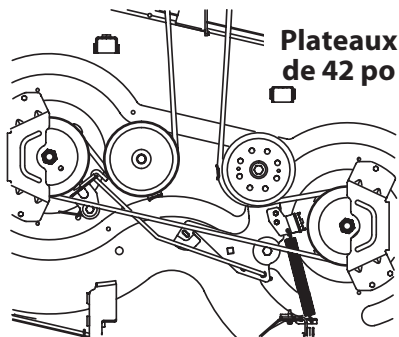
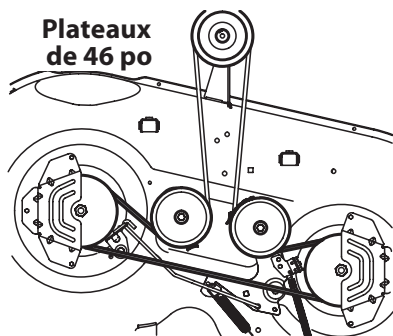
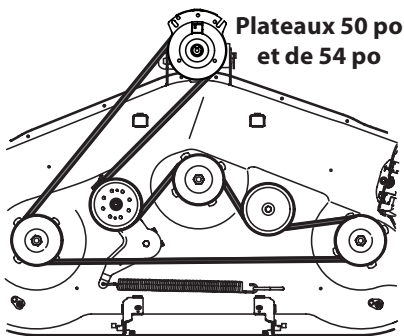

Figure 52
Figure 53
Figure 54
4. Placez la courroie neuve comme indiqué aux figures suivantes. Voir la Figure 52 pour les modèles dotés d'un plateau de coupe de 42 po, la Figure 53 pour les plateaux de 46 po et la Figure 54 pour ceux de 50 po et de 54 po.